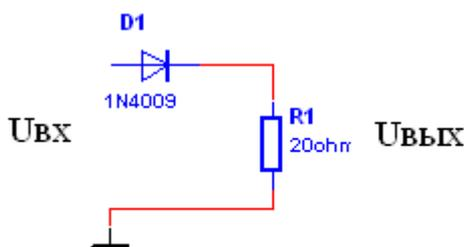

Рис.1
1. Для схемы Рис.1 построить зависимость  $U_{\text{вых}} = f(U_{\text{вх}})$  при изменении входного напряжения в диапазоне от -5 до 5В.
5. Для схемы Рис.1 построить в масштабе осциллограмму выходного напряжения при действии на входе синусоидального напряжения с амплитудой 5В и с частотой 50 Гц.